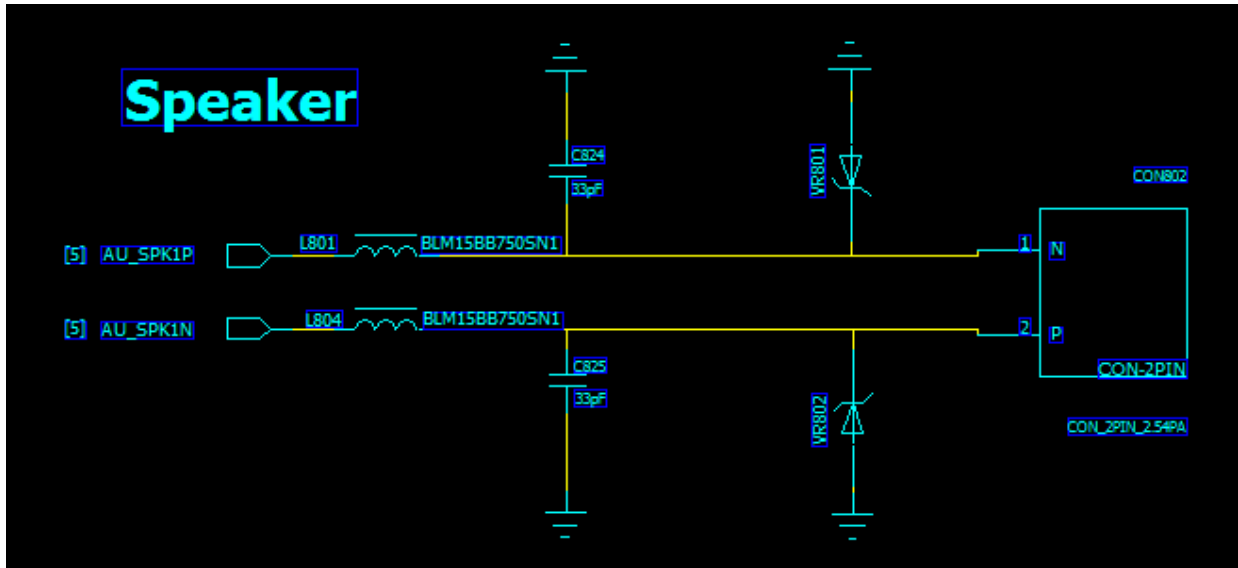

图 3-7
- AU\_SPK1P/ AU\_SPK1N 主要用于喇叭的输出, 其输出功率为 0.7W(电池电压 3.7V, 负载 8 欧姆), 并可选择工作在 AB 类模式或者 D 类模式 (AB 类的输出功率略低), 其典型应用电路如图 3-7 所示。